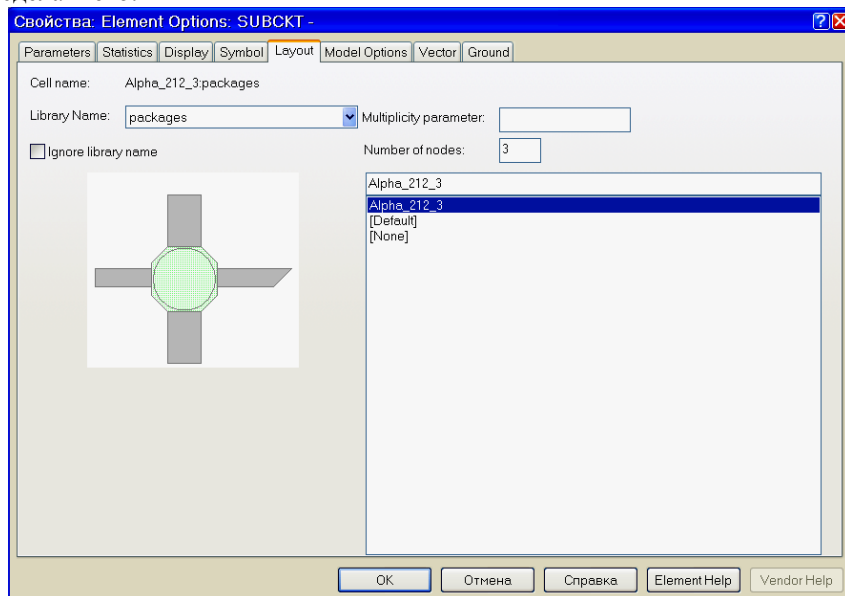

Рис. 5.15
- Откройте вкладку **Layout** этого окна (рис. 5.15).